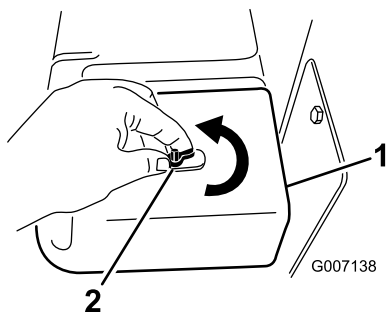

Figure 49
4. Enlevez l'écrou à oreilles du couvercle du filtre à air et déposez le couvercle (Figure 49).
3. Reposez le couvercle et fixez-le avec l'écrou à oreilles (Figure 49).